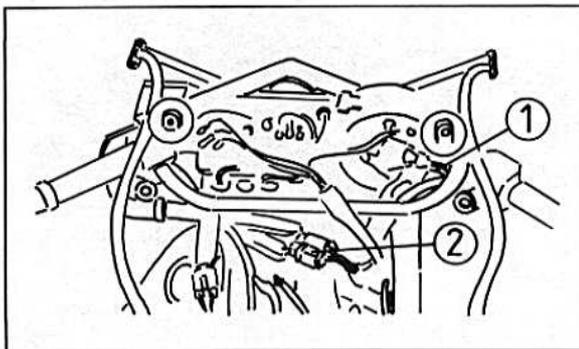

Bild 420
- Die Steckverbindungen des Kabelbaums trennen (Bild 420).